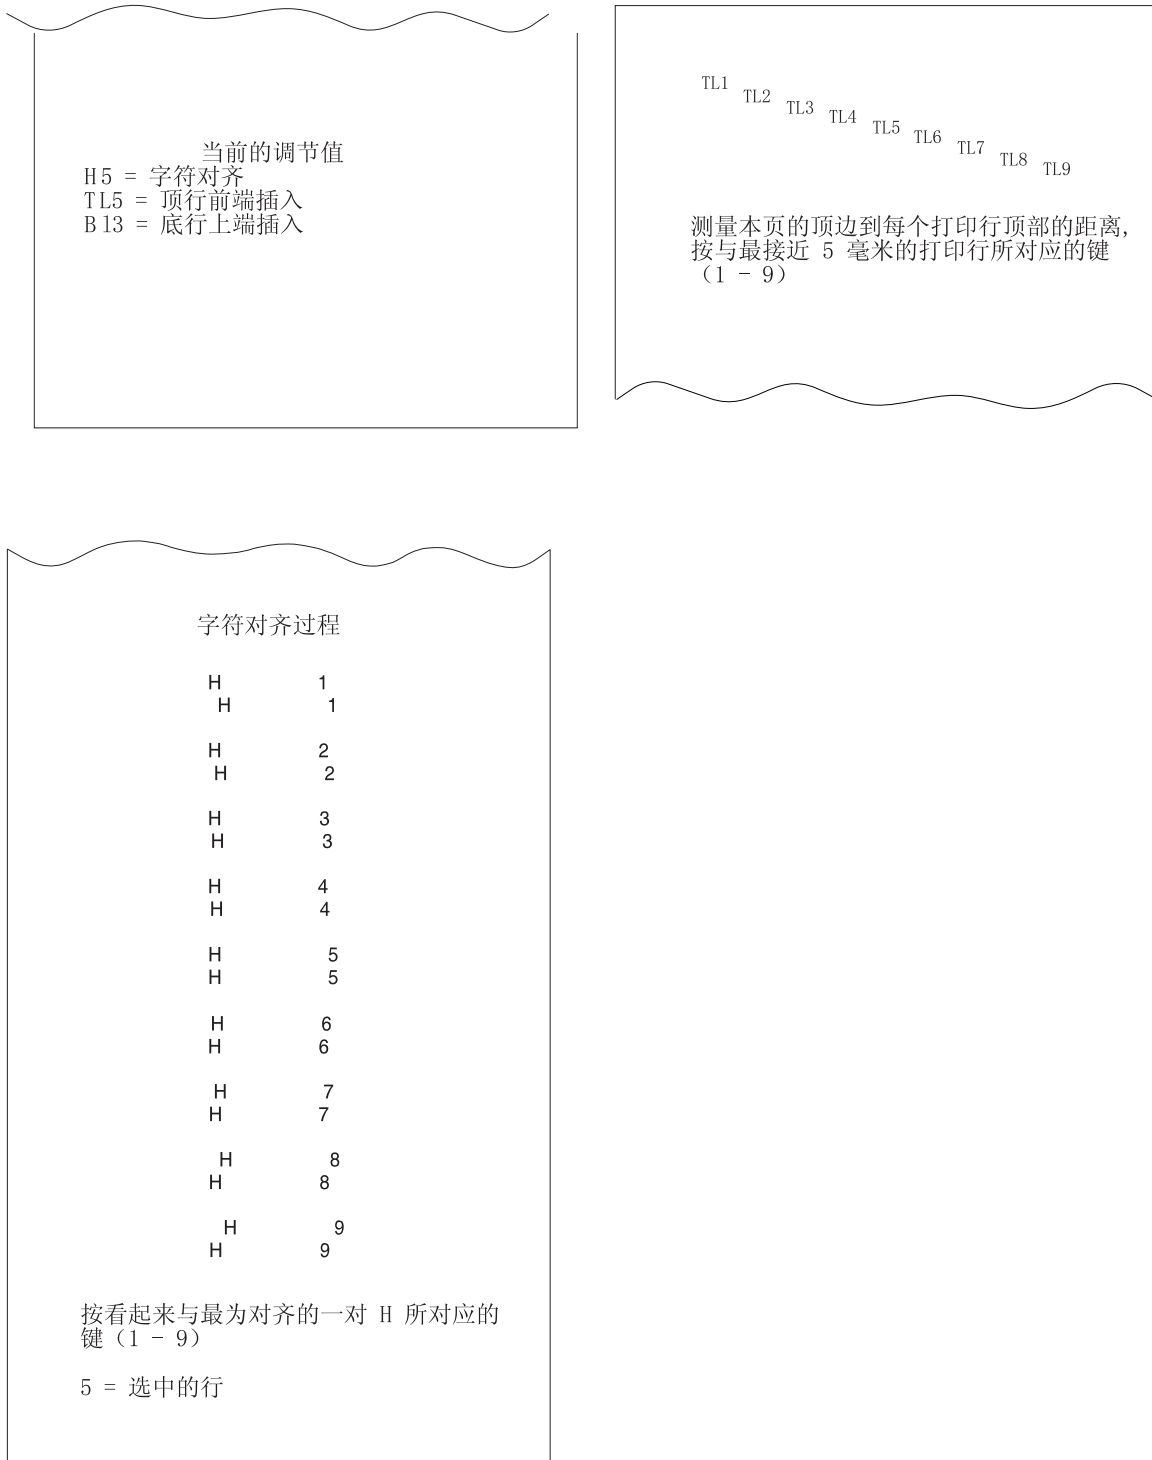

图 14. 调整并对齐打印输出
- 字符对齐过程 (请参阅第 28 页的图 14)
- 票据插页前面装入打印行调整 (请参阅第 28 页的图 14)
- 票据横向调整 (请参阅第 28 页的图 14)
- 打印当前调整值（请参阅第 28 页的图 14）
- 字符对齐过程（请参阅第 28 页的图 14）
- 反斜杠调整（票据横向，请参阅第 28 页的图 14）
- DI 前面装入打印行调整（请参阅第 28 页的图 14）